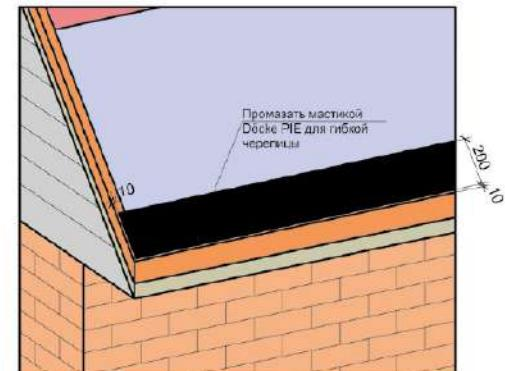

Рис. 21. Герметизация карнизного свеса под укладку ламинированной черепицы Döcke.
8.2.9 При монтаже ламинированной черепицы Döcke необходимо промазать мастикой Döcke для битумной черепицы карнизный свес (карнизная планка + подкладочный ковёр) на ширину 200 мм (рис. 21), т.к. карнизная черепица в данном случае не укладывается. Мастику необходимо наносить шпателем, толщиной слоя не более 0,5 мм. Большой расход мастики приводит к её вытеканию и появлению воздушных пузырей на черепице.